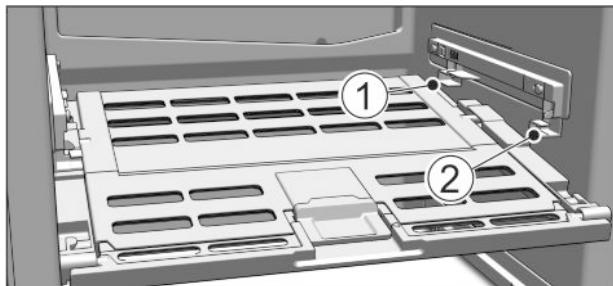

Fig. 10
- ▶ Установка крышки отделения с функцией для хранения овощей и фруктов Fruit & Vegetable-Safe: Вставить попечные ребра крышки через низ в задний держатель *Fig. 10 (1)* и защелкнуть спереди на держателе *Fig. 10 (2)*.